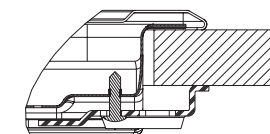

Abb. 1
1. Die Federclips (A) (Abb. 1) mit den mitgelieferten Schrauben befestigen und darauf achten, die angegebenen Abstände einzuhalten.
- Nach dem elektrischen Anschluss das Kochfeld montieren und es in die Trägerfedern gemäß der Abbildung 1 einhaken.